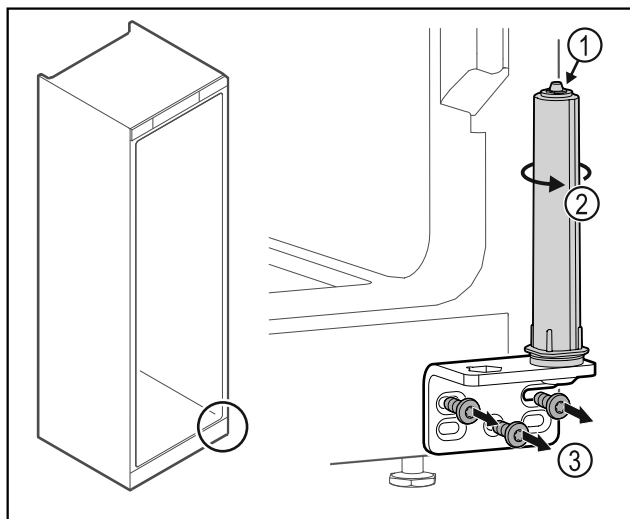

Fig. 18
- ▶ Systemu blokującego drzwi nie należy demontować Fig. 18 (1).
- System blokujący Fig. 18 (2) obrócić do momentu, aż kliknie.
- Odkręcić zawias Fig. 18 (3).